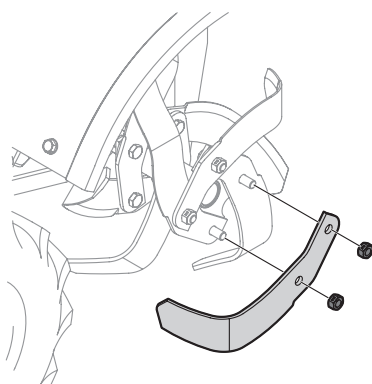

Figura 26
1. Quite las dos tuercas que sujetan un solo diente a los tornillos en el conjunto de los dientes. Si es necesario, use aceite penetrante para ayudar a soltar las tuercas. Consulte la Figura 26.